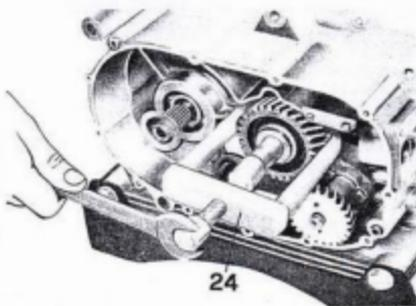

Abb. 12
- das Antriebsritzel mit dem Werkzeug Nr. 10906300 (24 aus Abb. 12);